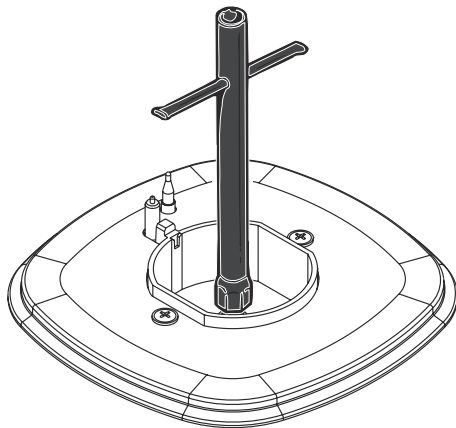

Fig. 12
- Rimuovere l'iniettore con una chiave a tubo adatta (Fig. 12) e installare il nuovo iniettore adatto al tipo di gas da utilizzare nell'apparecchiatura al suo posto.